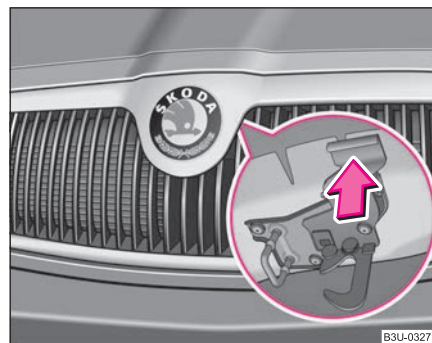

Fig. 173 Rejilla del radiador: Tirador
- Pulsar el seguro ⇒ fig. 173 y abrir el capó del vano motor.